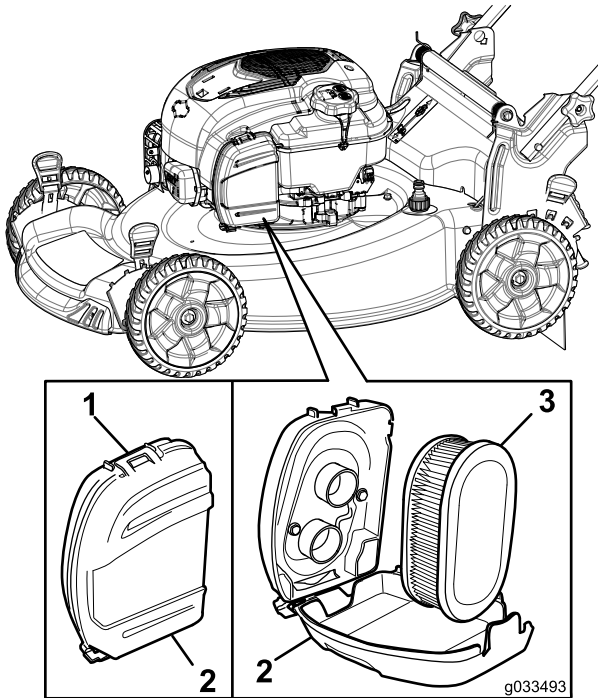

Figure 32
1. Déclipez le couvercle du filtre à air (Figure 32).
2. Déposez le filtre à air (Figure 32).